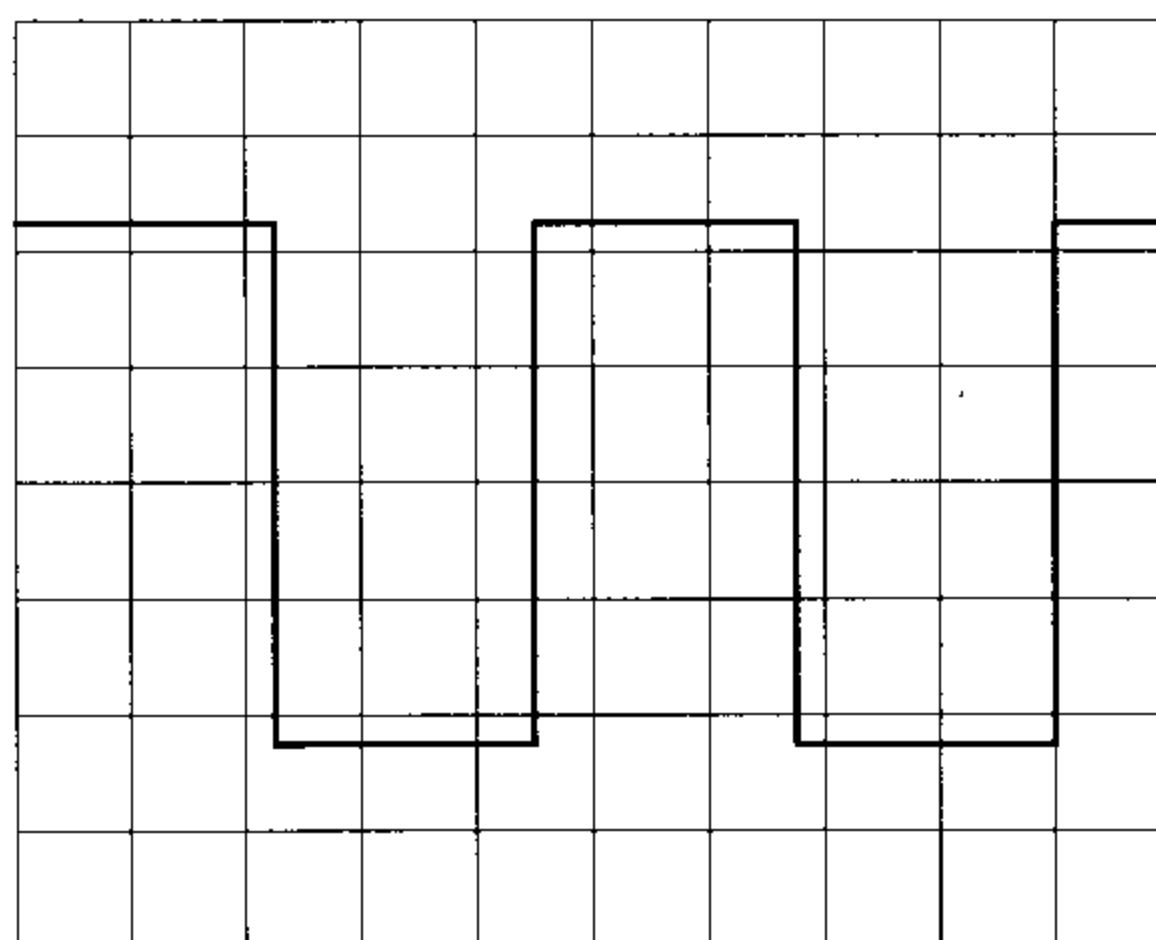

図5-1 適正
3. (4) INTEN ツマミと(3) FOCUS ツマミを使い、表示されている輝線の明るさと焦点を調整します。
4. (8) CH1 POSITION ツマミと(2) TRACE ROTATION ツマミを使い、表示されている輝線を画面中央に移動し、水平軸に平行になるように調整します。
6. プロブのコネクタを(36) CH1入力端子に、プロブの先端を(5) CAL端子に接続します。
7. (15) CH1 AC-DC-GND スイッチを「AC」に切り換えます。
8. 表示された波形を右の波形と比較します。補正が必要な場合は、マイナドライバで図5-1 適正になるようにプロブのコネクタ部の調整ボリュームを回します。
9. CH2 にプロブを接続する場合も、(11) VERTICAL MODE スイッチをCH2に切り換え、同様の手順でプロブ補正を行ってください。